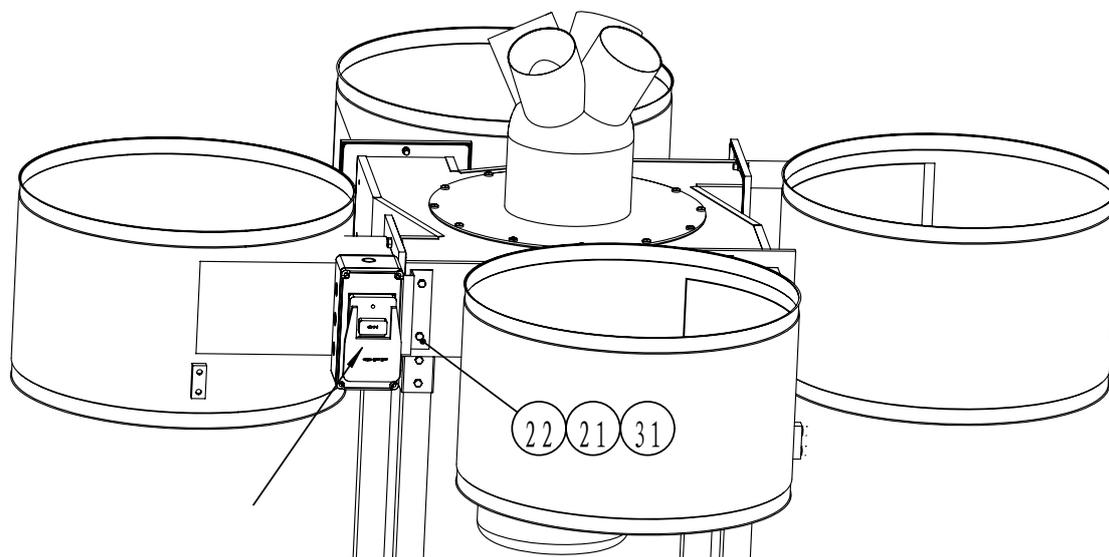

Fig. 4
4. Fixez le boîtier de commutation sur le boîtier de la turbine à l'aide du boulon hexagonal (31), de la rondelle plate (22) et de l'écrou hexagonal (21). Voir la figure 4.